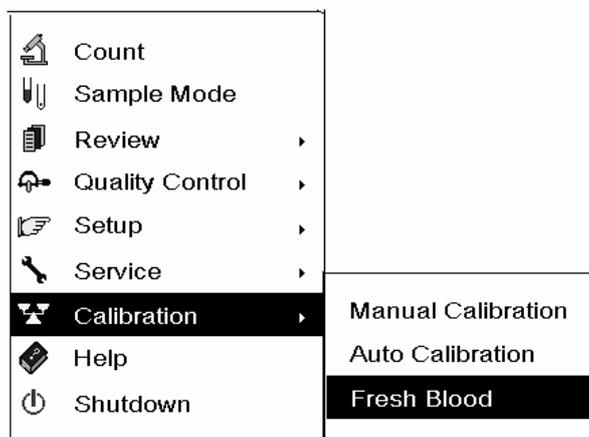
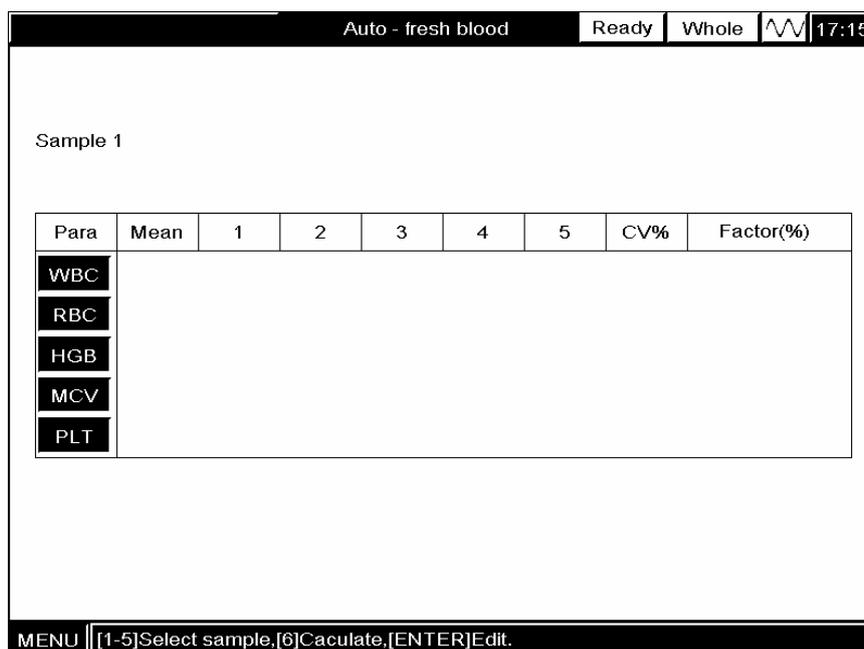

Abbildung 9-10 System-Menü
Abbildung 9-11 "Frischblut"-Anzeige
**WÄHLEN** Sie "Kalibrierung → "Frischblut" AUS (Abbildung 9-10), um die "Frischblut"-Anzeige aufzurufen (Abbildung 9-11).